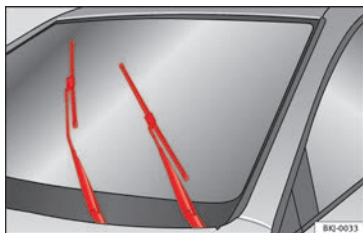

Fig. 74 Essuie-glace en position d'entretien.
- Connectez puis coupez le contact d'allumage puis (après environ 9 secondes), déplacez le levier des essuie-glaces vers le bas (balayage bref). Les balais se déplacent à la position de maintenance » » fig. 74.